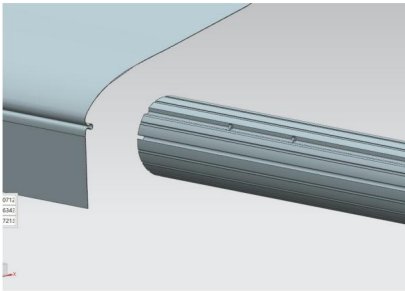
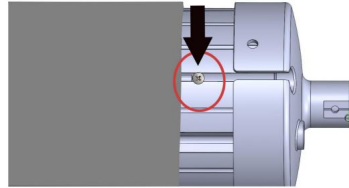
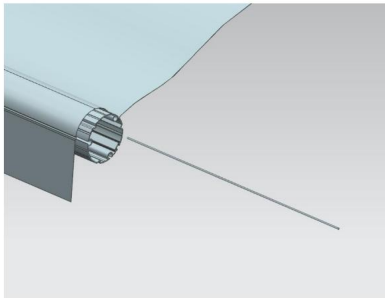

Figura C12
Figura C13
Figura C14
3.5 Abra la tela, inserte la tela en la ranura del tubo del rollo, luego inserte la extremo delantero de la tela en otra ranura del tubo del rollo y luego fije el tornillo B a Para evitar que la tela se mueva, inserte a continuación la tira de tela en la ranura. Última inserción la correa de lazo a la tira. (Figura C12, Figura C13, Figura C14, Figura C15)